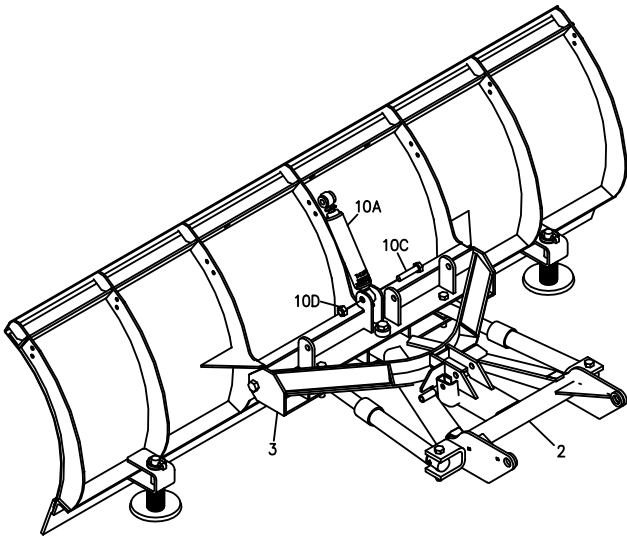

Bild 4. Stoßdämpfer Anbau G10061
6. Führen Sie die **HDW05608** 5/8"-11 x 3" Sechskant Schrauben (10C) durch die Montageplatten am unteren Ende des Stoßdämpfers (10A). Die Köpfe der Sechskantschrauben (10C) müssen sich auf der rechten Seite befinden. Siehe Bild 4. Befestigen sie nun die **HDW01709** 5/8"-11 konische Mutter (10D) auf der 5/8"-11 x 3" Sechskant Schraube (10C) und ziehen sie fingerfest an.